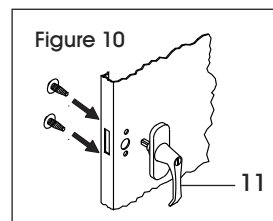

Figure 10
1. Placez la poignée de verrouillage (11) sur la porte droite et fixez-la à l'aide de deux boulons à encoches à tête hexagonale n° 8-32 x 1/4 po et de deux rondelles de blocage. (Voir Figure 10)